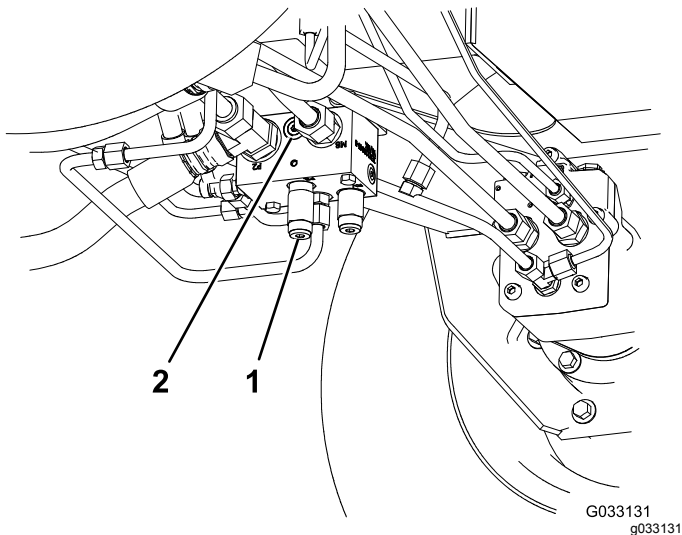

Figura 38
- Pieza Toro N° 95-0985, empalme (2)
- Pieza Toro N° 340-77, acoplamiento hidráulico (2)
1. Instale un acoplamiento diagnóstico en el orificio sin marcar que está situado entre los orificios M8 y P2 del colector de tracción trasera (Figura 38).